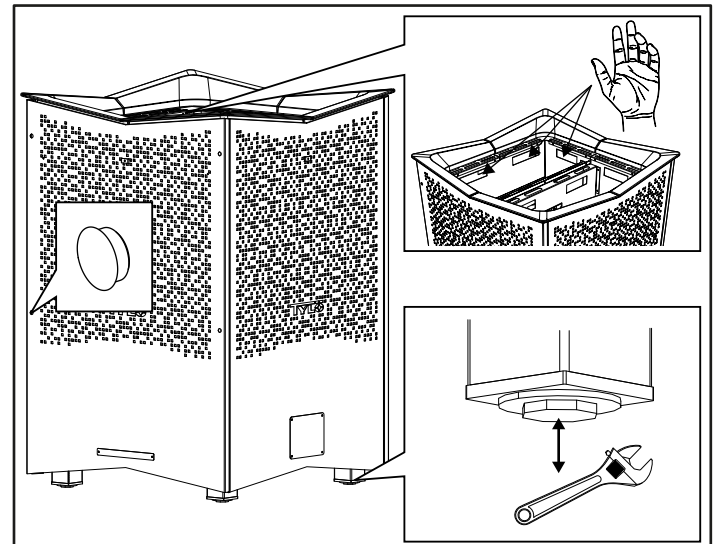

Abbildung 17: Einstellen der Füße und Anbringen der Abdeckkappen
13. Um sicherzustellen, dass die Saunaheizung stabil steht, stellen Sie die Füße ein und positionieren Sie sie, siehe Abbildung 17. Platzieren Sie die Saunaheizung gemäß den Sicherheitsabmessungen in Abbildung 3.